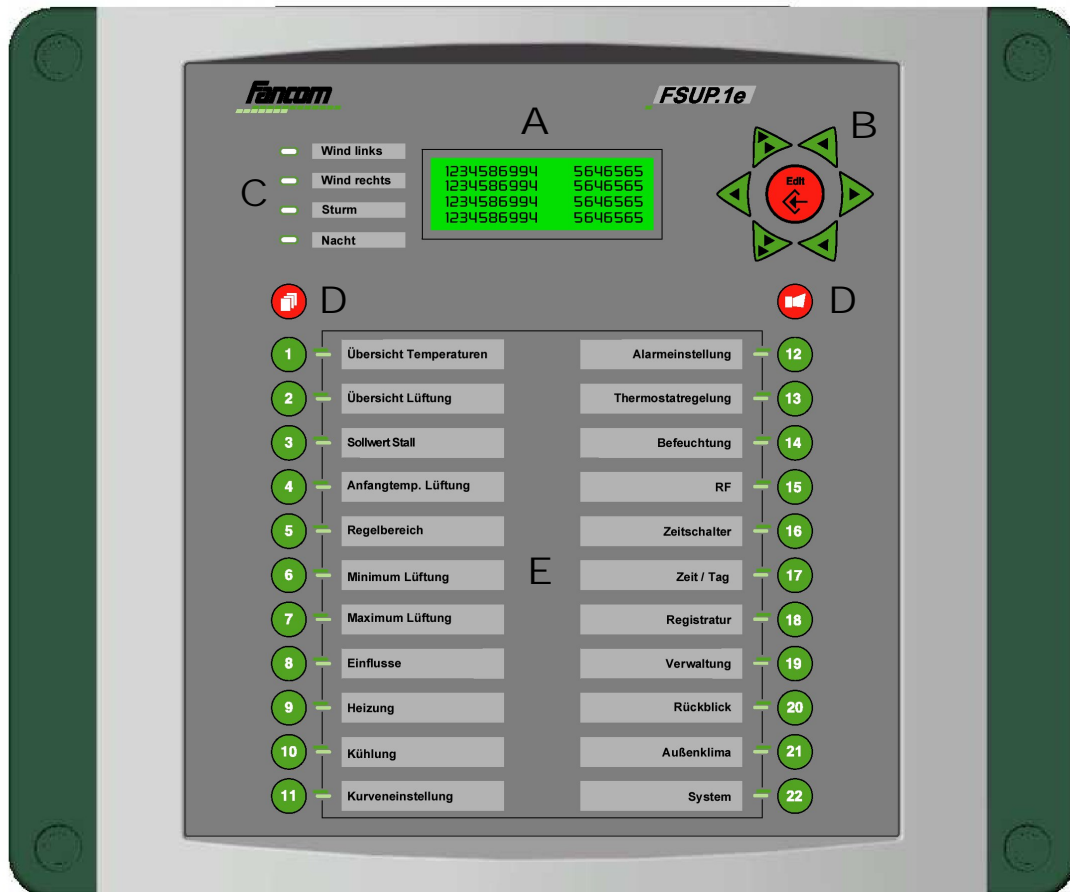

Abb. 1: Vorderseite FSUP.1e
In dieser Anleitung gibt Fancom die zu verwendenden Wahltasten durch Abbildungen der Taste an. Sie finden diese Tasten in Abb. 1 und natürlich auf Ihrem eigenem Klimacomputer. Vier Lämpchen (E) geben eine kurze Übersicht der heutigen Situation im Abteil (siehe Abschnitt 3.4).